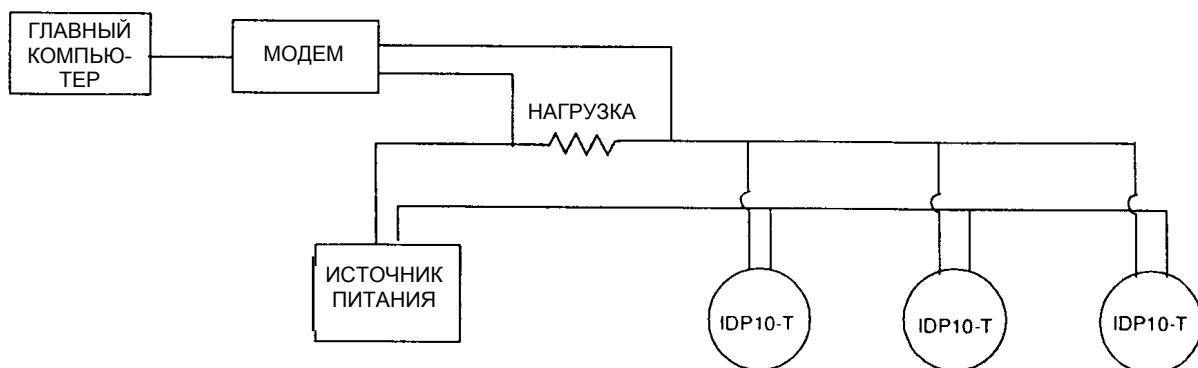

Рис. 11. Типовая схема многоточечной сети
На рис. 11 показана типовая многоточечная сеть. Этот рисунок не предназначен для использования в качестве монтажной схемы. Со всеми конкретными вопросами в отношении применения многоточечных схем связи следует обращаться в компанию «HART Communications Foundation» ((512) 794-0369).